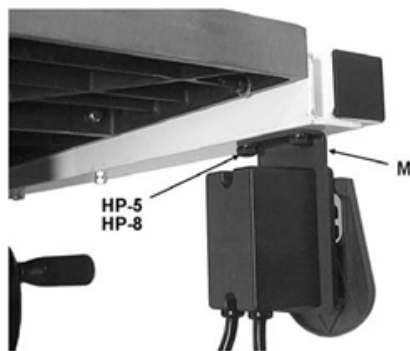

Рис. 9
Используйте два винта и плоские шайбы (HP-5/8) для установки кронштейна выключателя (M) на передней рейке, как показано на рис. 9.